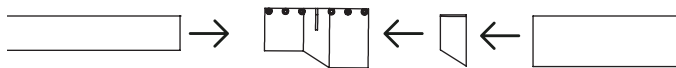

Figura 2
6. Gire la unidad de nuevo y asegúrese de que los tubos queden al ras con el accesorio de acople. Ajuste los pernos de acople restantes. Los tubos deben quedar firmes en el acople. Asegúrese de no ajustarlos en exceso. **Vea la Figura 2.**